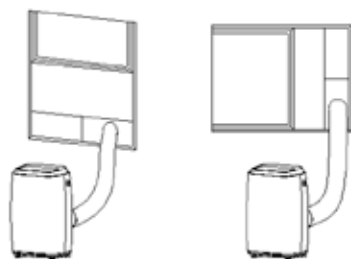

Fig. 5 & 5a
- 2) Comme indiqué sur les Fig.5 et Fig.5a, installer le tuyau d'évacuation et ajuster correctement la position de la fenêtre.